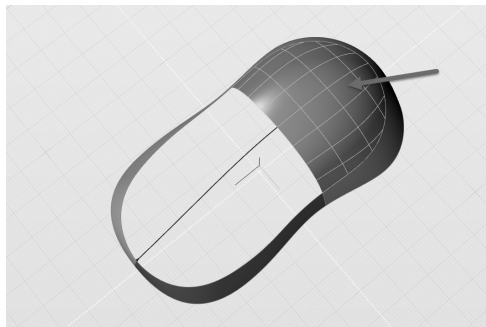

图 5-188 重新合并曲面
18) 使用“合并”工具 , 将最顶部的两个曲面重新合并，如图 5-188 所示。